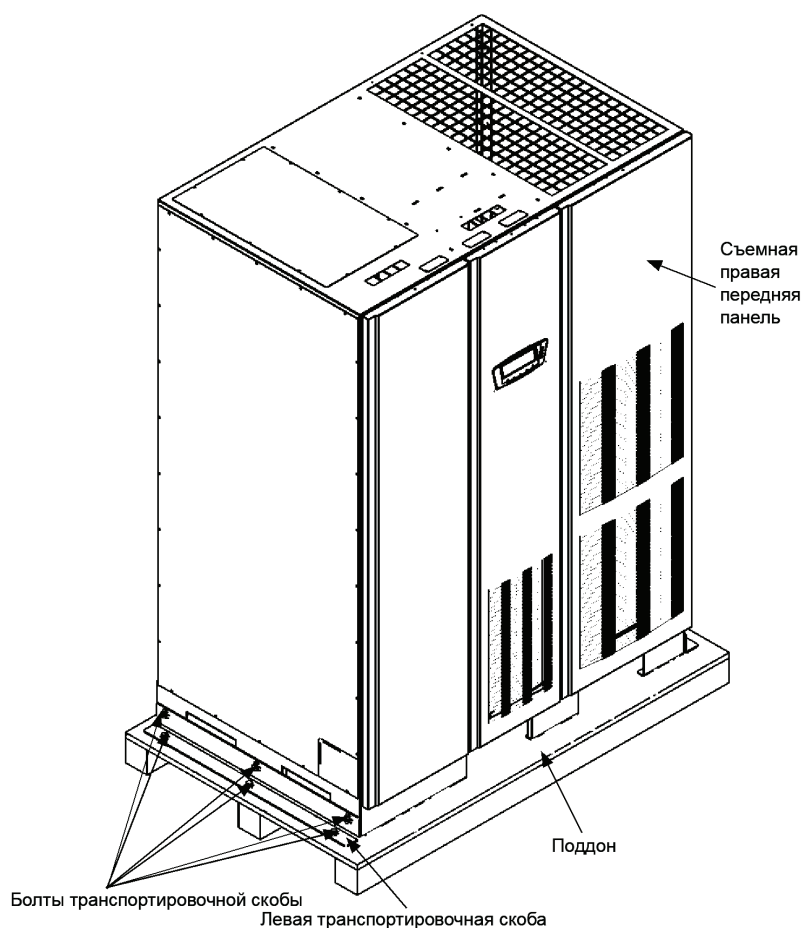
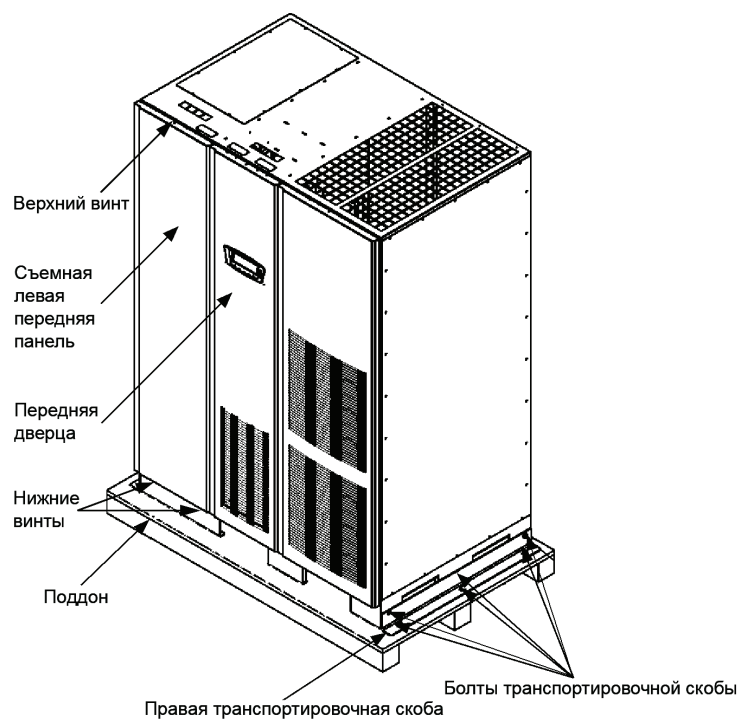

Рис. 4-1. Отсоединение левой транспортировочной скобы
Рис. 4-2. Отсоединение правой транспортировочной скобы
2. Извлеките три болта, крепящие левую сторону транспортировочной скобы к шкафу, и три болта, крепящие скобу к поддону (см. Рис. 4-1). Снимите левую транспортировочную скобу. При перманентной установке шкафа сохраните транспортировочную скобу и болты для последующего применения.
3. Извлеките три болта, крепящие правую сторону транспортировочной скобы к шкафу, и три болта, крепящие скобу к поддону (см. Рис. 4-2). Снимите правую транспортировочную скобу. При перманентной установке шкафа сохраните транспортировочную скобу и болты для последующего применения.
9. Используя имеющиеся болты снова прикрепите транспортировочные скобы, снятые в шагах 2-3, с левой и правой стороны шкафа ИБП таким образом, чтобы уголок смотрел наружу (см. Рис. 4-1 и Рис. 4-2).
1. Выкрутите один верхний и два нижних винта, используемые для крепления левой передней панели ИБП (см. Рис. 4-2 на стр. 32). Поднимите панель вверх, чтобы снять ее с кронштейна, расположенного в верхней части шкафа.
2. Откройте защелку на передней дверце и откройте дверцу (см. Рис. 4-2 на стр. 32).
5. Если еще не сделано, выкрутите один верхний и два нижних винта, используемые для крепления левой передней панели ИБП (см. Рис. 4-2 на стр. 32). Поднимите панель вверх, чтобы снять ее с кронштейна, расположенного в верхней части шкафа.